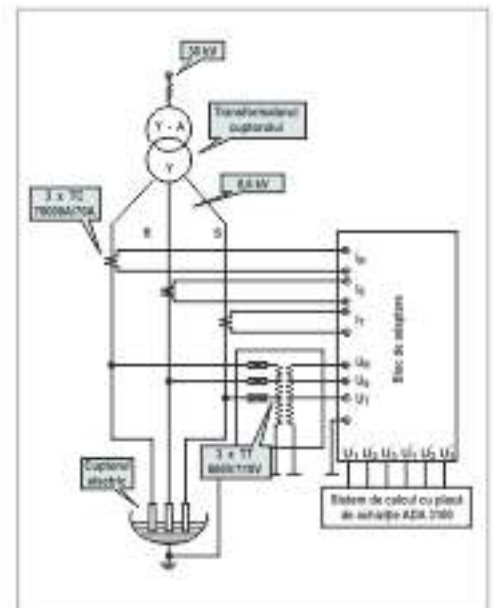
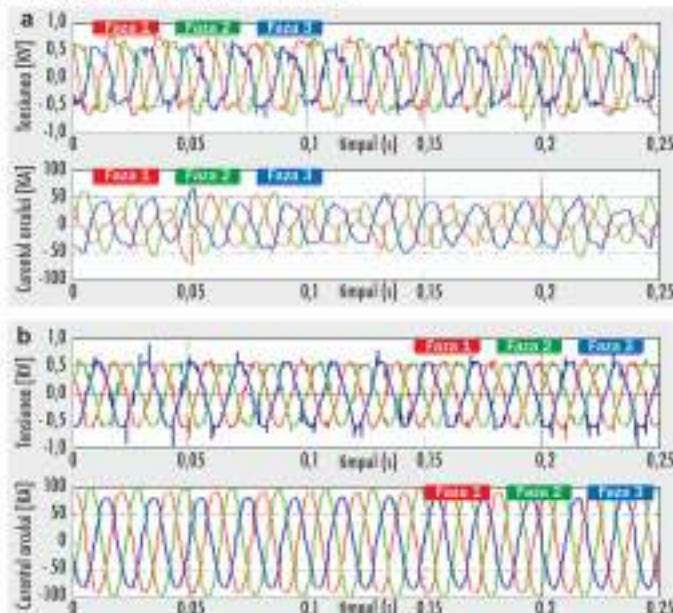
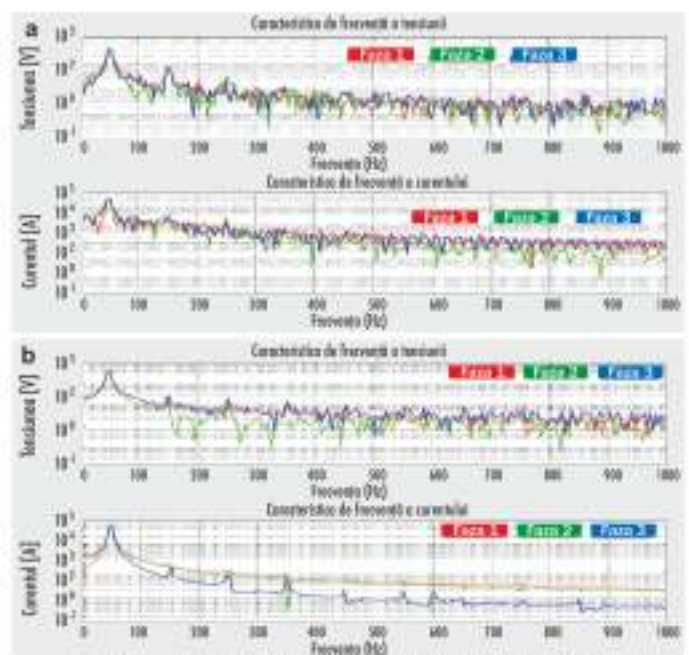

Fig. 2. Schema de măsurare a curenților și tensiunilor pe linia de joasă tensiune
Fig. 4. Forma de variație a tensiunilor și curenților pe linia de joasă tensiune în faza de topire (a) și în faza de ardere stabilă (b).
Fig.5. Caracteristicile spectrale a tensiunilor și curenților pe linia de joasă tensiune în faza de topire (a) și în faza de ardere stabilă (b)
b) - Sistemul complex de măsurare, înregistrare și prelucrare a parametrilor tehnologici și funcționali (SCMI), capabil să înregistreze simultan mai multe mărimi de diverse naturi, fig. 2.
- **Turațiile arborilor de intrare** (la motorul electric), fig. 4, respectiv turațiile de la arborele intermediar al discurilor și al șurubului (volantului), fig. 5, au fost preluate cu ajutorul unor traductoare optoelectronice,
Aceste traductoare de tip S18-SP6-2, vizibile în fig. 4 și în fig. 5, se alimentează la curent continuu (10 - 30 V) și primesc informația de la niște timbre catadioptrice, montate la distanțe egale pe roțile respective, după cum se vede în figurile menționate. Semnalele obținute sunt preluate, înregistrate și prelucrate de sistemul complex, rezultatele prelucrării lor fiind preluate pe computer, fig. 2.
Semnalul a fost captat de sistemul din fig. 2 și prelucrat pe calculator.
Realizarea măsurării și înregistrării concomitente a evoluției parametrilor tehnologici și funcționali, pe presa mecanică cu șurub din figura 1, a necesitat echiparea acesteia cu instrumentația prezentată mai sus, precum și racordarea acesteia la sistemul complex de măsurare și înregistrare, fig. 2.
În prezent măsurarea curentului pe fiecare fază a liniei de joasă tensiune se face prin conectarea în cascadă a unui transformator de curent de tip CITO 70000 A/70 A, care are montat în secundar un transformator de curent TC 70A/5A. Conectarea în cascadă a celor două transformatoare de curent conduce la creșterea erorilor de măsurare a curenților de pe linia de alimentare de joasă tensiune. Datorită acestui fapt schema de măsurare propusă, prezentată în fig. 2, înlocuiește transformatoarele de curent TC 70 A/5 A cu un bloc de adaptare a curenților de valori mari la un domeniu de tensiuni compatibil cu unul dintre domeniile sistemului de achiziție de date utilizat. De asemenea, măsurarea tensiunilor arcului electric se face prin conectarea secundarului transformatorilor de pe linia de joasă tensiune CITO 660 V/110 V, la blocul de adaptare a tensiunilor la un domeniu de tensiuni compatibil cu unul dintre domeniile sistemului de achiziție de date utilizat.